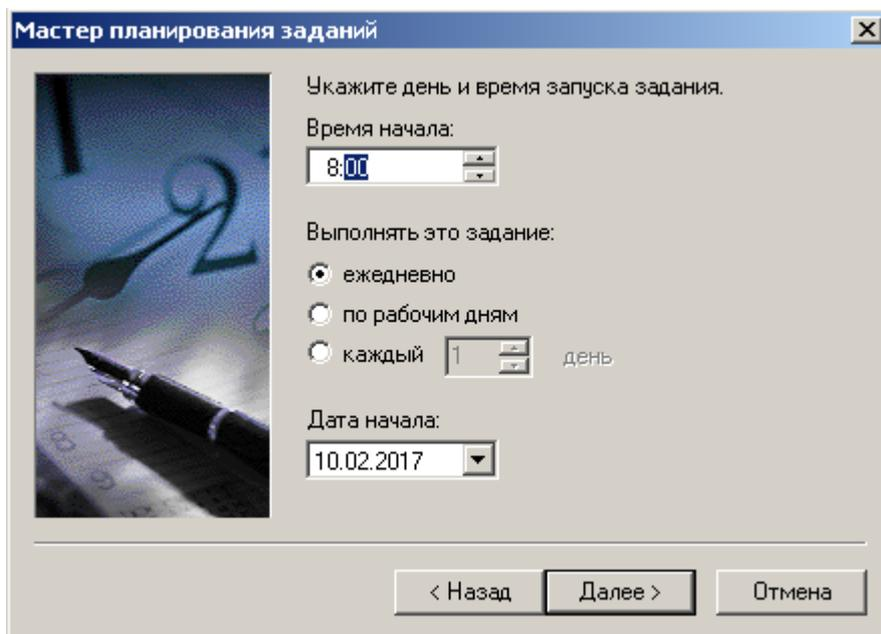

Рис. 13.
4) Выбрать переключатель **ежедневно** для **CheckAtt.exe**, **SKTO\_CreateMessagePTO\_CP.exe**, **CheckProvT.exe**, **DeleteSchedule.exe**, **Microelectronics.exe**) и нажать кнопку **Далее**. Откроется окно (рис. 13).